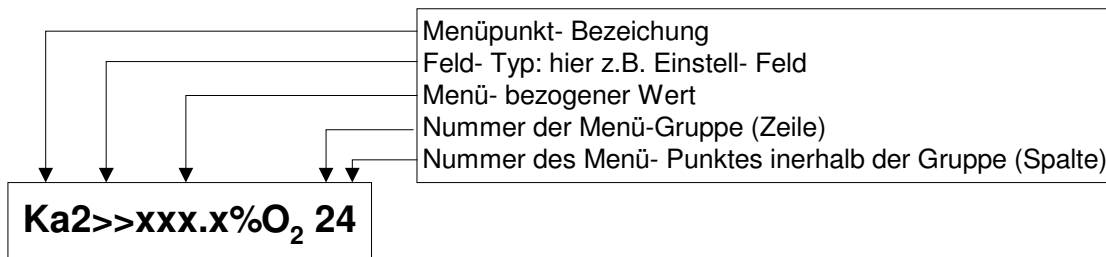

Abb. 8 Beschreibung der Anzeige
- Durch erneutes Drücken der Taste j kann in die Menüpunkte 32 j 33 j 34 gesprungen werden. Die Menüpunkte sind gemäß Abb. 8 aufgebaut.
Die einzelnen Feldtypen sind durch das Erkennungszeichen gemäß obiger Tabelle erkennbar. Siehe auch Abb. 8